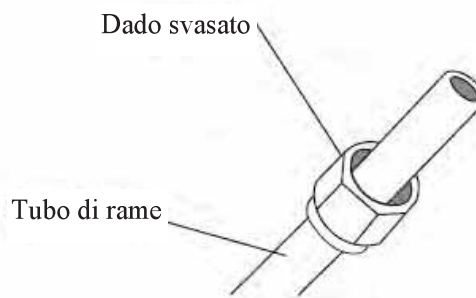

Fig. 5.3
3. Collocare un dado svasato a entrambe le estremità del tubo. Assicurarsi che siano rivolti nella giusta direzione, poiché non possono essere montati o cambiati di direzione dopo la svasatura. Vd. Fig. 5.3.